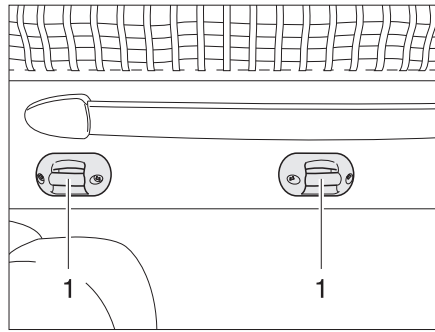

Fig. 128 Fixation échelle de montée
- Accrocher l'échelle de montée par les deux étriers aux crampillons (Fig. 128,1) se trouvant sur le lit escamotable.